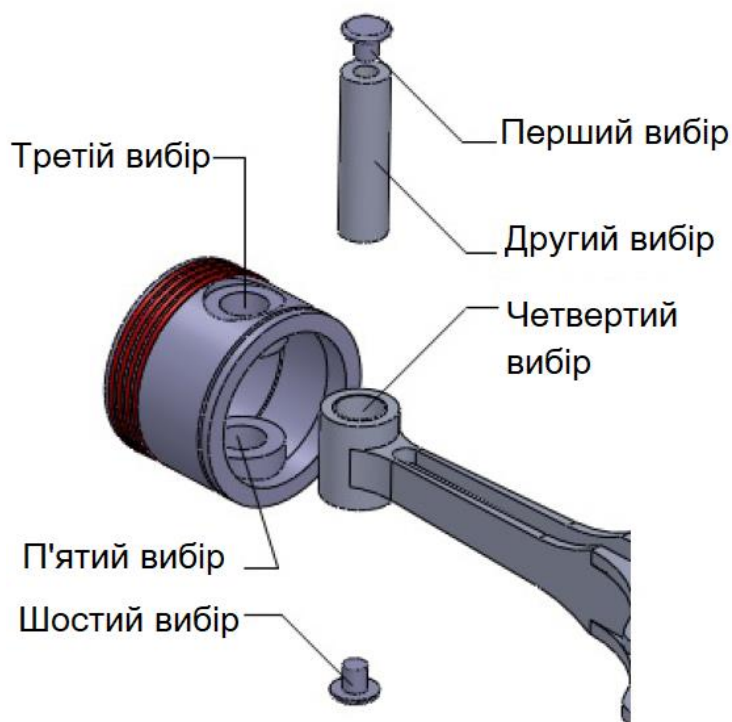

Рисунок 8.63 – Грані для вибору під час створення ескізу лінії рознесення
3. Виберіть циліндричну грань компонента **Piston Pin Plug** (див. рис. 8.63), як перший вибір; назва вибраної грані буде відображена у полі **Items To Connect**. У центрі вибраної грані відобразиться попередній вигляд ескізу лінії рознесення.
4. Виберіть інші циліндричні грані, щоб створити ескіз лінії рознесення (див. рис. 8.63).